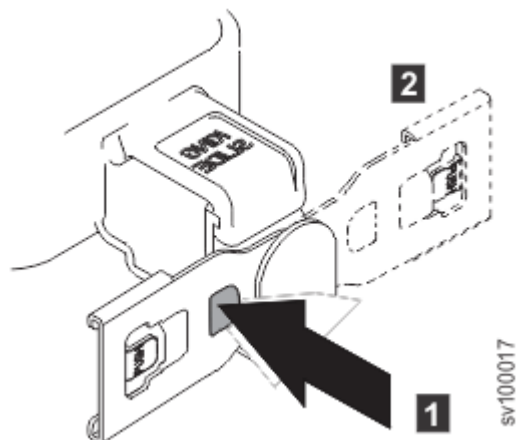

图 27. 反转组合件的方向
- a) 按第 23 页的图 27 中标记为“PUSH”的按钮。